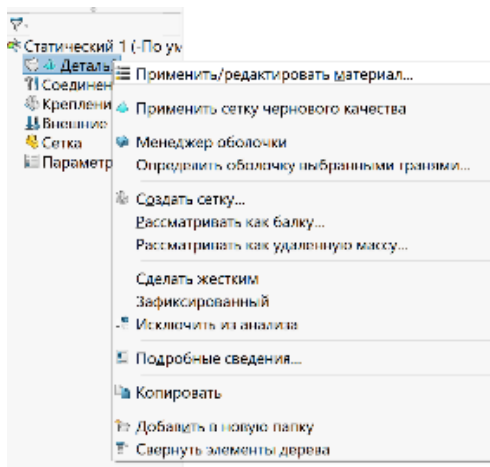

Рис. 3.3.
3. Назначить материал. На панели инструментов либо в контекстном меню выбрать команду «Применить материал», появится панель «Материал» (рис. 3.3).